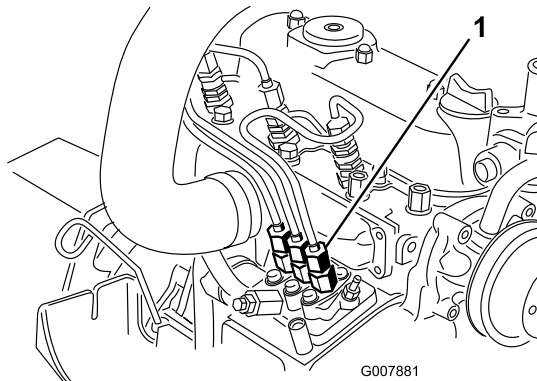

Figura 69
1. Coloque un trapo debajo del conector del tubo que viene desde la bomba de inyección a la boquilla del inyector N° 1, según se muestra en la Figura 69.